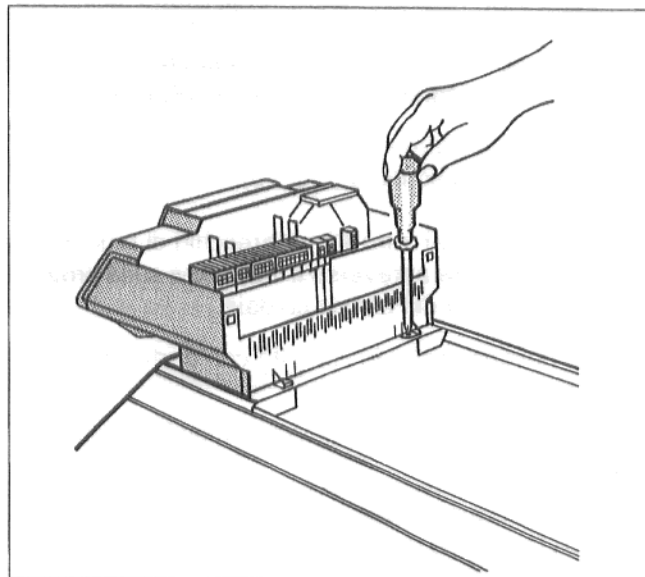

Fig. 17
- Avvitare l'apparecchio di regolazione agli angoli posteriori del canale passacavi sul coperchio anteriore della caldaia (Fig. 17).